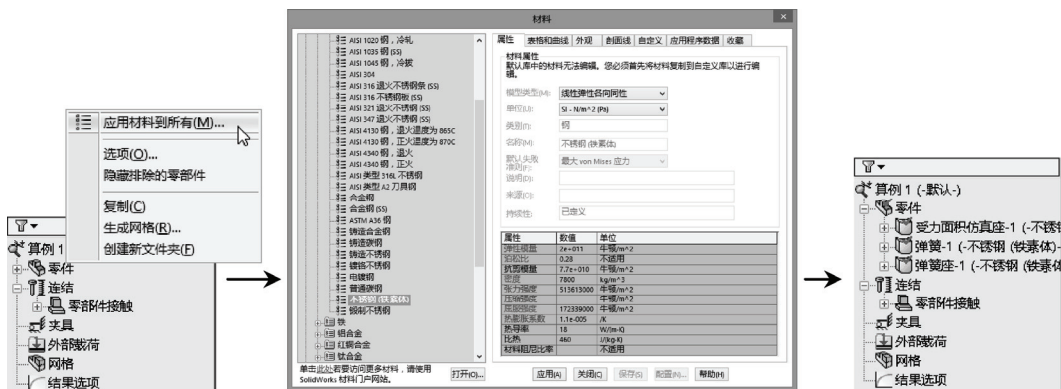

图 9-4 应用材料操作
STEP 3 右键单击“算例”树中的“零件”项 ,在弹出的快捷菜单中选择“应用材料到所有”菜单项,打开“材料”对话框,为所有零件选用“不锈钢(碳素体)”材料(此材料耐蒸汽等的腐蚀,也是制作弹簧的常用材料),如图 9-4 所示。